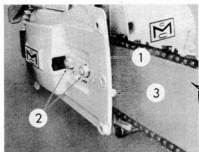

Fig. 2
Sågsvärdet fästes mellan kopplingskyddet och svärdstödet på bränsletankens sida (fig. 2). Spåret i svärdets ända går in över de två tapparna på svärdstödet. Svärdet sitter stadigt fast på svärdstödet genom kopplingskyddet när de två fästmuttrarna dragits. Svärdet justeras till rätt kedjespänning medelst den därför avsedda justerskruven. Medurs vridning minskar kedjespänningen och vice versa. Vid justering av kedjespänningen måste svärdets fästsruvar lossas. Givetvis är det viktigt att efter justeringen dra fast skruvarna ordentligt.
1. Lossa svärdets fästmuttrar (fig. 2) och dra loss kopplingskyddet från svärdstödet.